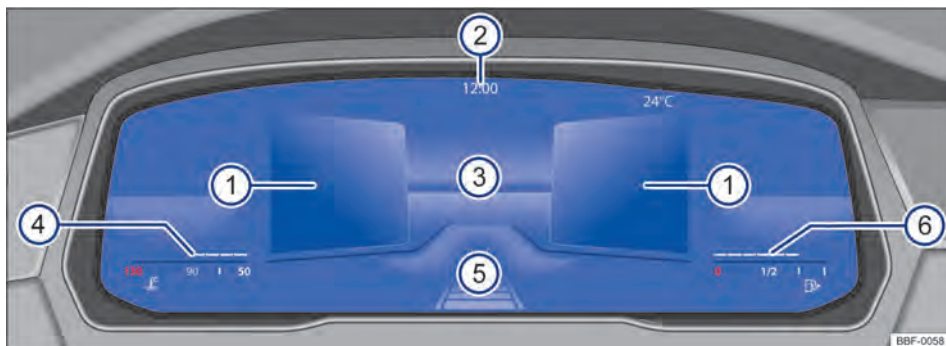

Fig. 10 Active Info Display (variante 2) no painel de instrumentos.
Explicações sobre os instrumentos → Fig. 10:
A exibição principal → Fig. 10 ③ pode ser alterada pressionando o botão  no volante multifunções. A representação na área de indicação pode exibir as seguintes vistas:
- **Resumo:** após o encerramento da prontidão para condução: exibição de informações sobre o status do veículo nas áreas ①, por exemplo, posição do hodômetro total.